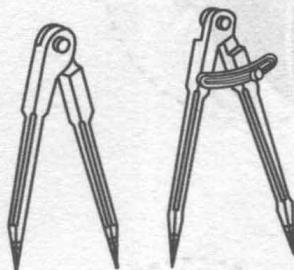

图 1-2 划规
② 划规（如图 1-2 所示）。用中碳钢或工具钢制成，两脚尖端经淬火后磨锐。划规可用于划圆、圆弧等分线段、等分角度以及量取尺寸等。